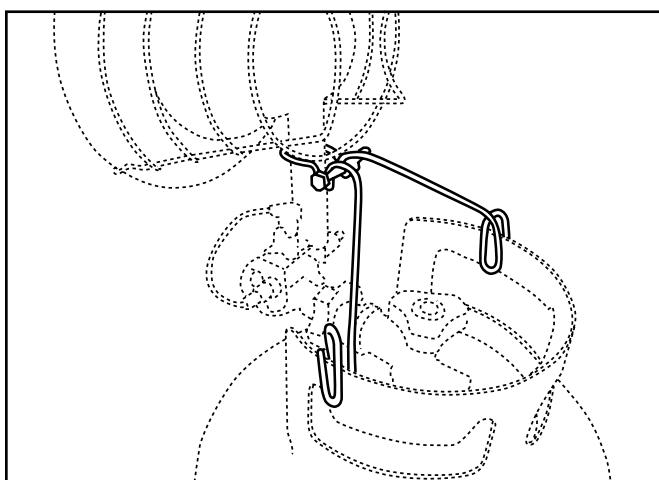

Figure 2b.
- Placez le support de l'appareil de chauffage autour du tube venturi et faites glisser les extrémités en les dislipsant sur le collet de la bonbonne de propane. Utilisez la vis 1/4" 20x35mm et l'écrou papillon pour fixer le support de l'appareil de chauffage sur le tube venturi. (Voir Figure 2b)